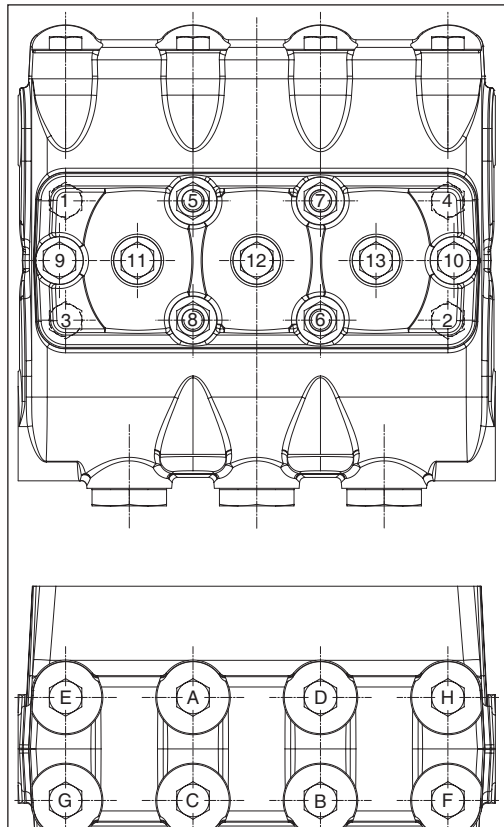

图 141
** 泵头固定螺丝和螺母必须按照(图 141)表中所述的顺序用扭力扳手拧紧，并润滑螺纹杆。